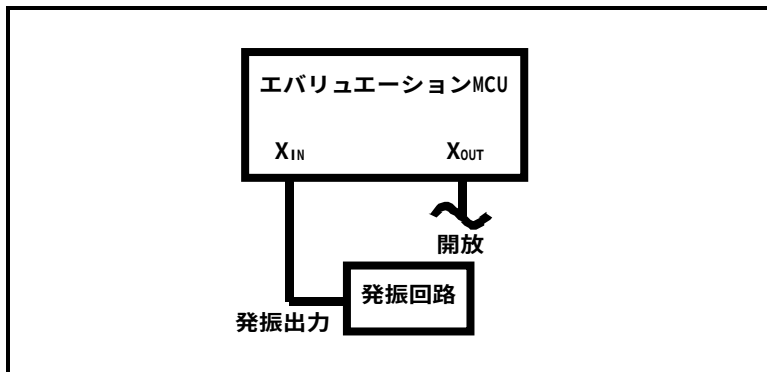

図 3.4 外部発振回路
- 本製品をターゲットシステム上発振回路で動作させる場合は、図 3.4に示すように、ターゲットシステム上に発振回路を構成し、エバリュエーション MCU の動作範囲内で、デューティ 50%の発振出力を XIN 端子に入力してください。またこのとき XOUT 端子は開放としてください。